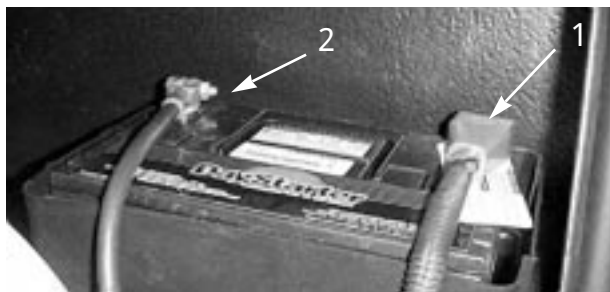

図 56
5. 赤い（+）ケーブルをバッテリーの（+）端子に、黒いケーブル（-）はバッテリーの（-）端子に固定する（図56）。レンチで確実に固定する。各端子に十分にはまり込んでいること、ケーブルに無理がないことを確認し、ショート防止のために（+）端子にゴムキャップをかぶせる。